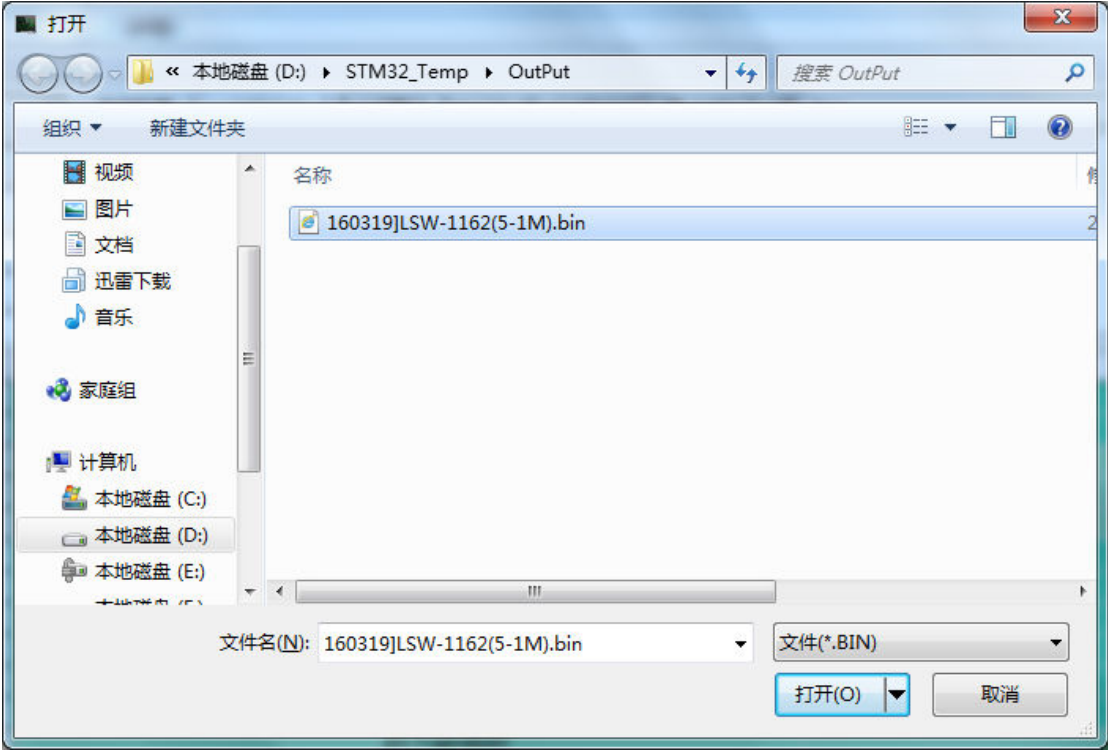
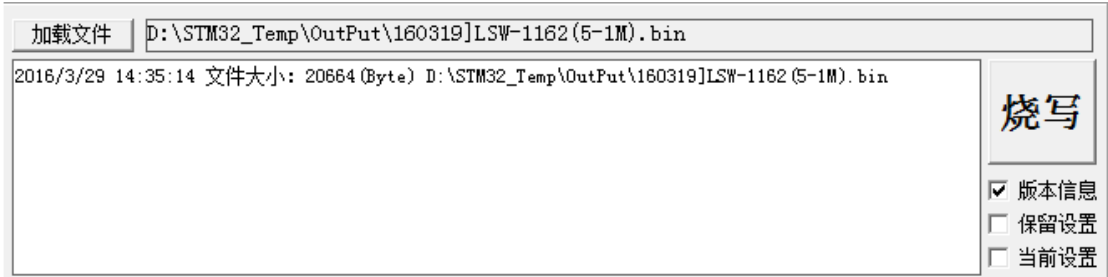

图 21
图 22
1. 在程序下载区单击 **加载文件** 按键，弹出打开文件对话框，见图 21，打开文件后见图 22，信息文本框中会给出文件大小，目录等信息。
2. 图 22 中，右下角三个复选框为下载设置选项：